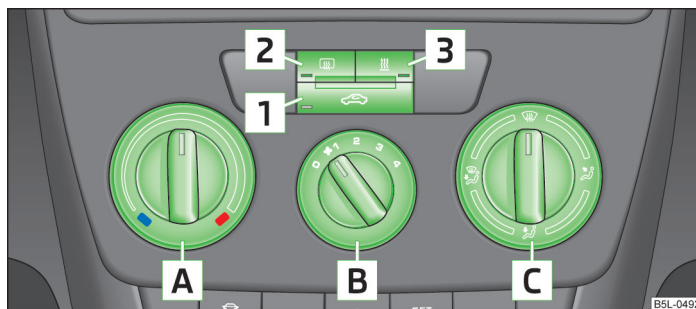

Fig. 90 Riscaldamento: Comandi
- Per aumentare la temperatura, ruotare la manopola **A** » fig. 90 verso destra.
- Per inserire il ventilatore, portare l'interruttore del ventilatore **B** » fig. 90 in una delle posizioni da 1 a 4.
- Con la manopola di regolazione dell'aria **C** » fig. 90 sarà possibile regolare la direzione del getto d'aria » pagina 87.
Tutti gli elementi di comando, fatta eccezione per l'interruttore del ventilatore **B**, possono essere impostati su una posizione intermedia a piacere.» fig. 90
- Elementi di comando **A**, **B**, **C** e il tasto **1** » fig. 90 a pagina 88.
➤ Premere il tasto  » fig. 90 a pagina 88.
➤ Premere nuovamente il tasto  » fig. 90 a pagina 88.
Se la manopola di regolazione dell'aria **C** si trova in posizione  » fig. 90 a pagina 88, il ricircolo sarà automaticamente disattivato. Premendo ripetutamente il tasto  è possibile reinserire il ricircolo anche in questa posizione.